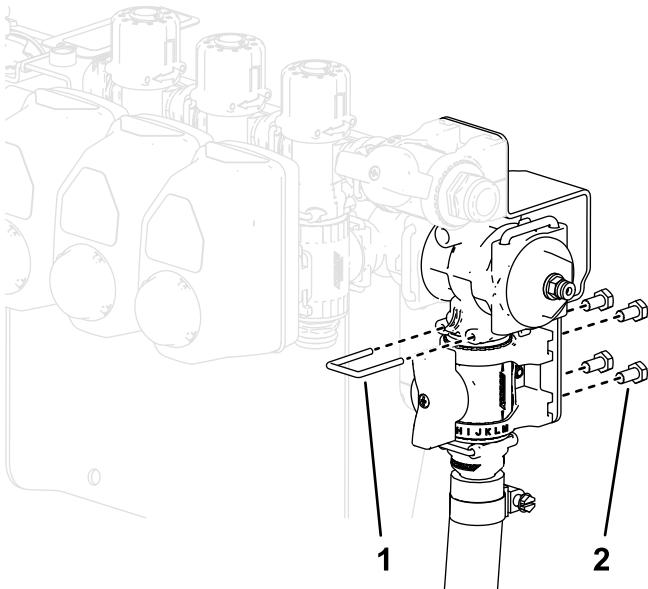

Bild 32
14. Verbinden Sie die Regelventilbaugruppe mit dem geraden Anschlussstück an der Unterseite des T-Verteilers mit dem mitgelieferten Arretierbügel (**Bild 32**).
15. Montieren Sie die Regelventilbaugruppe mit vier Schrauben (M6) an der Unterseite der Regelventilhalterung, wie in Bild 32 dargestellt.